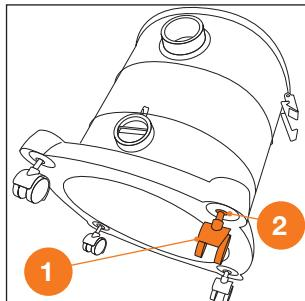

Рис. 3
1. Вставьте колёса ① в посадочные отверстия ② и плотно прижмите их до упора (Рис. 3).